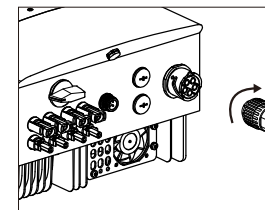

图5.24 连接器连接到逆变器
C) 将交流连接器连接到逆变器上，然后向右旋转交流连接器(如图5.24所示)。听到轻微的咔嚓声后表示连接妥当。